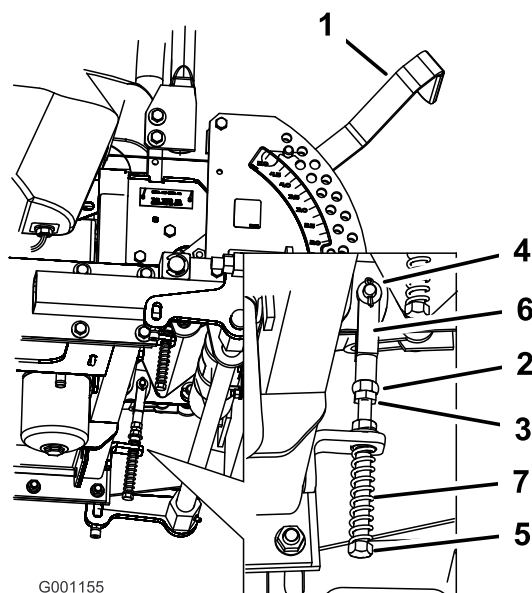

Figura 68
8. Se occorre regolare, allentate il dado e il controdado contro la forcella (Figura 68).
9. Premete leggermente indietro la leva di comando del movimento, e girate la testa del bullone di regolazione nella direzione opportuna finché la leva di comando non si trova al centro, in posizione di bloccaggio in folle (Figura 68).
10. Serrate il dado e il contro dado (Figura 68).